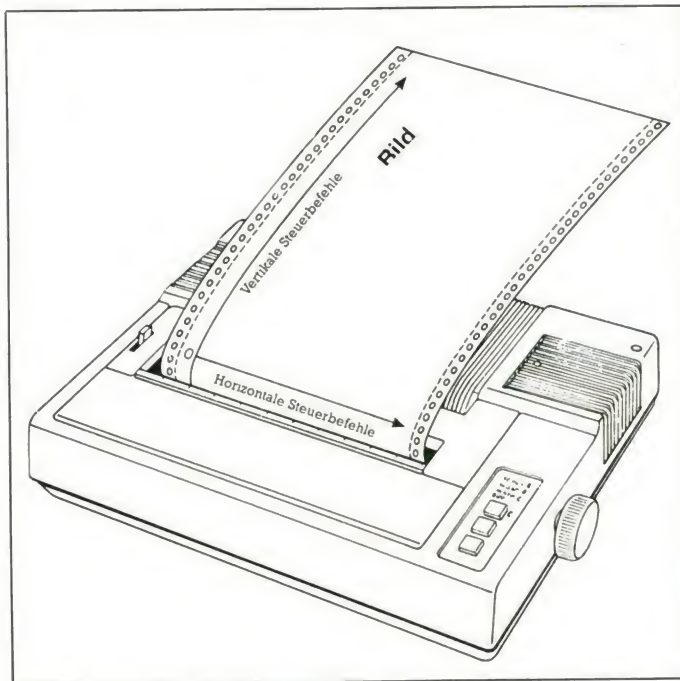

Bild 2. Vertikale und horizontale Tabulatoren
Der Anwender kann auch vertikale Tabulatoren definieren (Bild 2). Mit jedem CHR\$(11) wird das Papier zur nächsten vertikalen Ansprungsposition weitertransportiert. Dem ESC B folgen die Zeilennummern, an denen Marken gesetzt werden sollen. Die Zeilennummern werden vom oberen Rand gezählt. Der ESC b-Befehl ermöglicht es, die Vertikaltabulatoren mehrerer Formulare zu speichern. Vor den